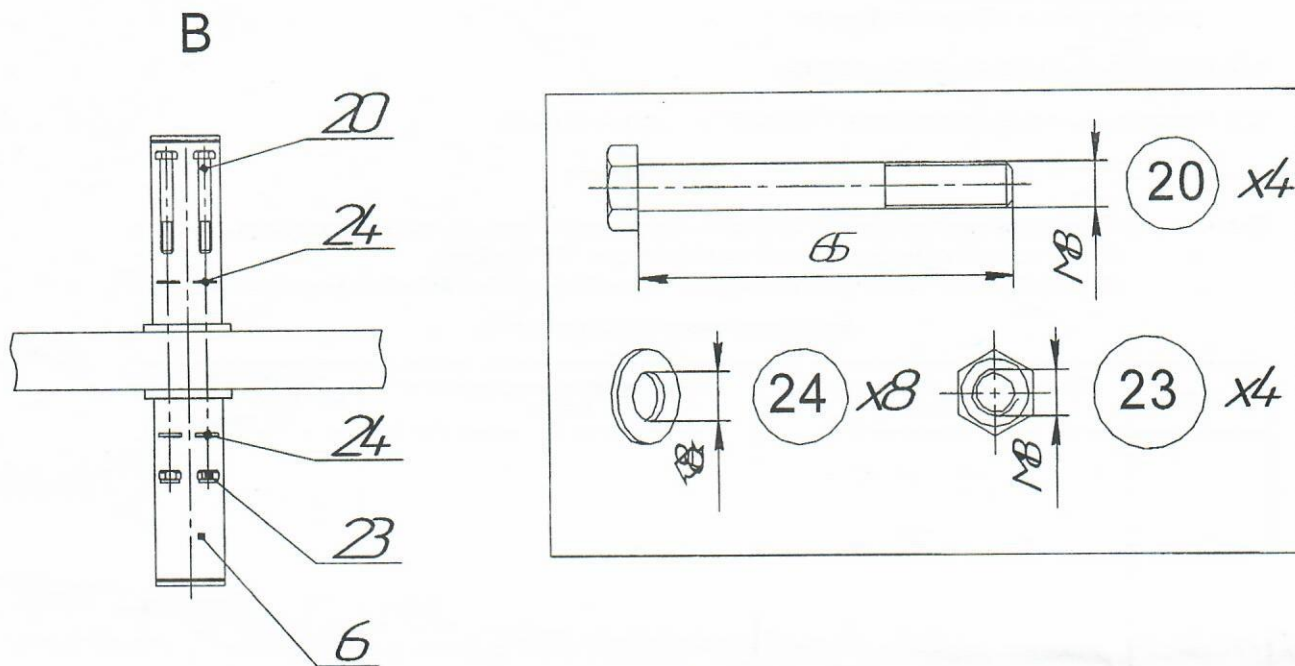

Рис.9
10.3.3.2 Установить опору ножную (рис.9)